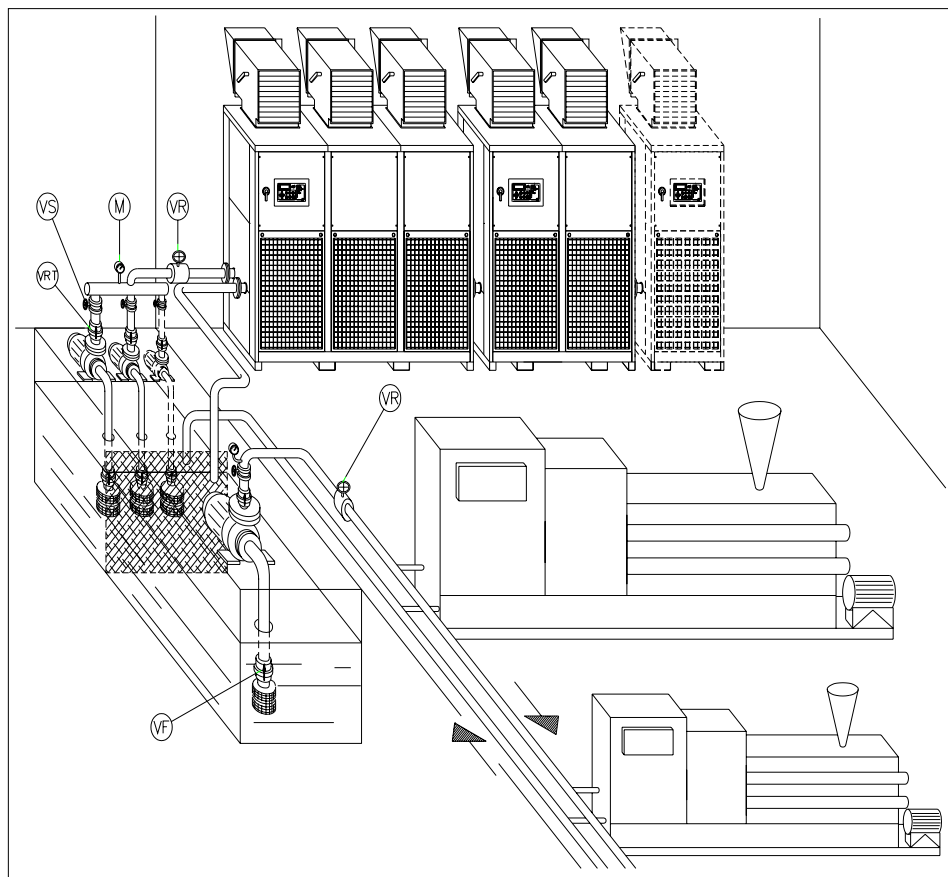

**fig. 19 - SCHEMA IMPIANTO CON REFRIGERATORI JOLLY R IN CIRCUITO APERTO CON VASCA**
Tutti i refrigeratori modulari serie JOLLY, possono essere predisposti per allacciamento su un circuito idraulico aperto, cioè una vasca di accumulo esterna ai refrigeratori (in questo caso il contenuto della vasca esterna si sommerà al contenuto del serbatoio di ogni refrigeratore). Nel caso di circuito idraulico aperto (fig. 19), le pompe di alimentazione dei refrigeratori (che al momento della spedizione vengono alloggiare nella parte posteriore inferiore dei frigoriferi stessi) devono essere installate all'esterno, come indicato nello schema idraulico, sopra richiamato.
Per l'installazione raccomandiamo di seguire le seguenti disposizioni e di osservare bene il lay-out dei componenti in fig. 19:
*Tous les refroidisseurs modulaires série JOLLY, peuvent être prévus pour le raccordement sur un circuit hydraulique ouvert, c'est-à-dire avec un bac d'accumulation à l'extérieur des refroidisseurs (en ce cas le contenu de ce bac s'ajoutera au contenu du réservoir de chaque refroidisseur. En cas de circuit hydraulique ouvert (fig.19), les pompes d'alimentation des refroidisseurs (qui lors de l'expédition sont logées dans la partie postérieure inférieure des refroidisseurs doivent être installées à l'extérieur, comme il est indiqué sur le schéma hydraulique précédent.*
*Pour faciliter cette installation, on a pourvu chaque machine d'appareillage électrique de commandes et de contrôle pour le fonctionnement de la pompe; pour brancher cette dernière, il suffit de se brancher avec un câble triphasé + terre à la boîte de dérivation électrique placée sur le côté gauche de chaque refroidisseur. En ce qui concerne l'installation il est recommandé de suivre les dispositions et de bien observer le plan lay-out des composantes (fig. 19):*